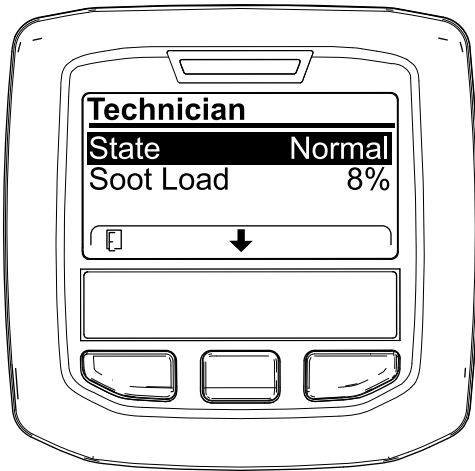

Figure 45
- Reportez-vous au tableau de fonctionnement du FAP pour comprendre l'état actuel de fonctionnement du FAP (Figure 45).